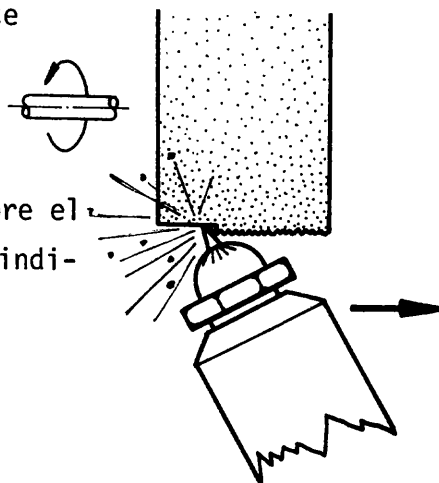

Fig. 4
- ___ b Dé pasadas sucesivas con el diamante a la muela, aumentando la penetración hasta alinear y limpiar completamente la superficie (fig. 4).